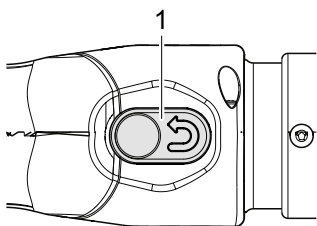

Fig. 17 : Bouton de réinitialisation
2. Appuyez fermement sur le bouton de réinitialisation (Fig. 17/1).